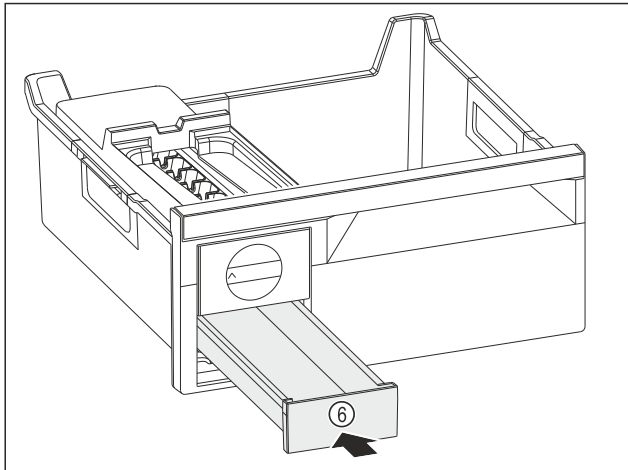

Fig. 135
- ▶ Zasuňte zásuvku na kocky ľadu Fig. 135 (6).